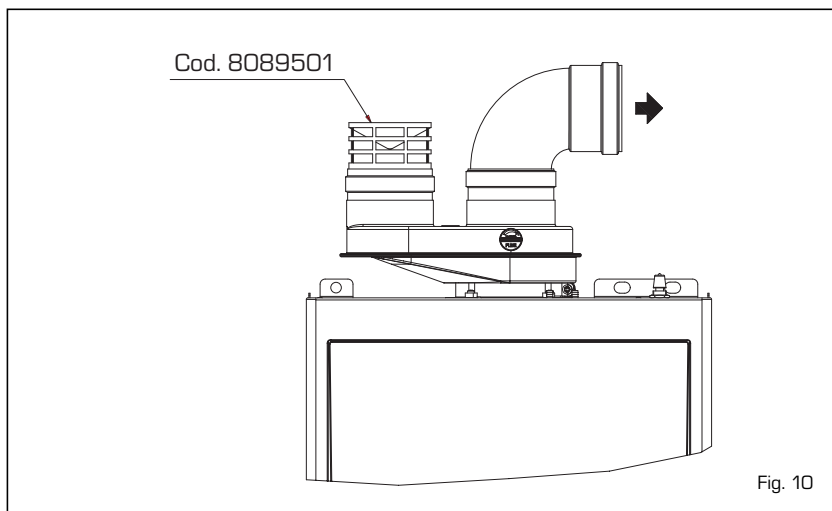

Fig. 10
2.9 SCARICO FORZATO (Tipo B22P-52P) (fig. 10)
si effettua con lo sdoppiatore aria/fumi cod. 8093020. Per il montaggio vedere il punto 2.8.1. Proteggere l'aspirazione con l'accessorio optional cod. 8089501 (fig. 10). Lo sdoppiatore aria/fumi viene fornito con il diaframma aspirazione che deve essere impiegato, in funzione della perdita di carico massima consentita, come indicato in fig. 8/a.